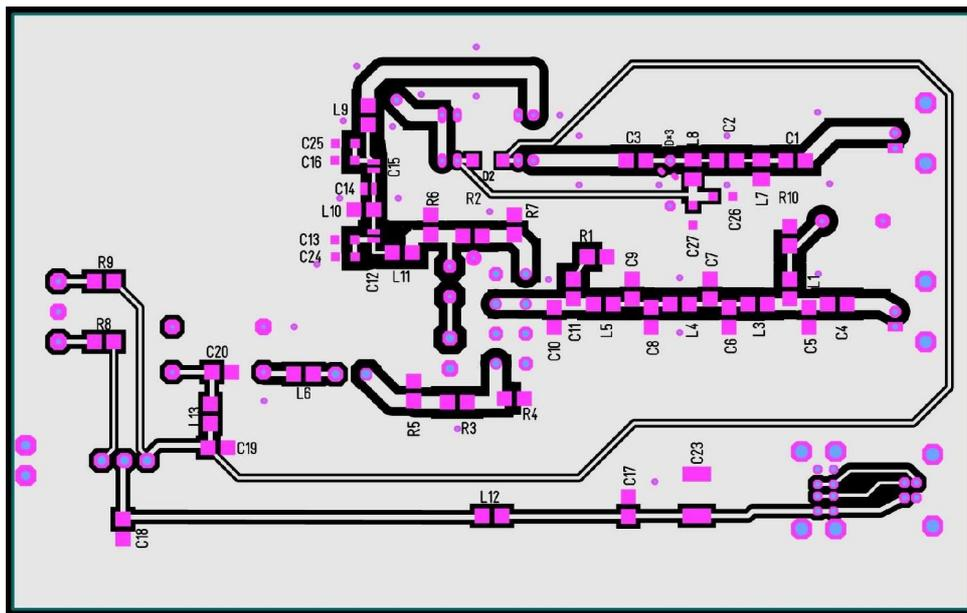
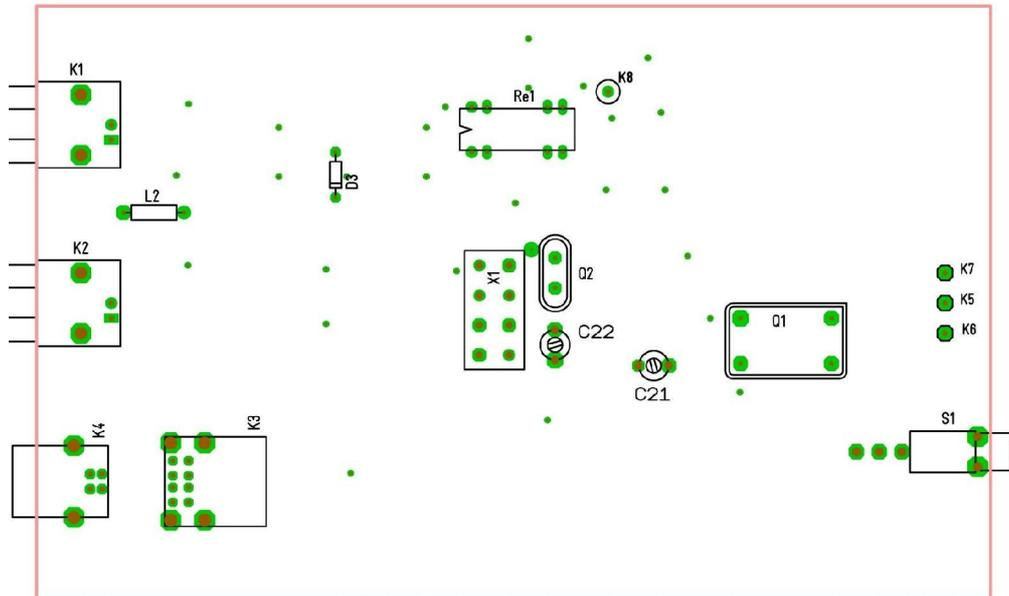

Bild 10: Bestückungsplan der Platinen-Unterseite
Bild 11: Bestückung der Platine-Oberseite
Im **Bild 10** und **Bild 11** ist die Anordnung der Bauteile auf beiden Seiten der Platine dargestellt. Die Bestückung der doppelseitigen Euro-Platine erfolgt in folgender Reihenfolge:
3. Die **Durchkontaktierungen**, diese verbinden die Masse-Flächen auf beiden Seiten, werden mit blanken Drahtstücken von 0,5 bis 0,6 mm Durchmesser ausgeführt und beidseitig verlötet. Zu erkennen sind diese als dünnste Bohrungen auf der Platine bzw. im **Bild 11** als einzelne grüne Punkte. Dieses ist aber nur bei einfach hergestellten Platinen ohne Durchkontaktierungen nötig **und erübrigt sich bei der zum Bausatz gehörenden Platine.** Zu der Durchkontaktierung zwischen dem Mischerbaustein X1 und dem Quarz Q2 siehe weiter unten.